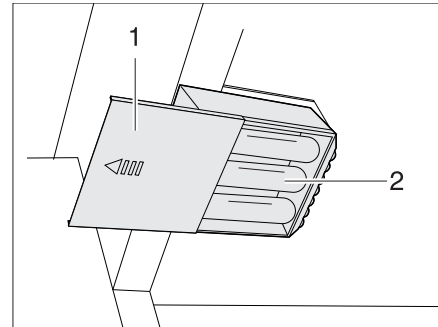

Bild 298 Kleiderschrankleuchte mit LED, Batteriefach geöffnet
- Die Batterien (Bild 298,2) dem Batteriehalter entnehmen.
- Neue Batterien (Bild 298,2) gleichen Typs polrichtig (+/-) einsetzen.
- Deckel (Bild 298,1) wieder aufschieben.